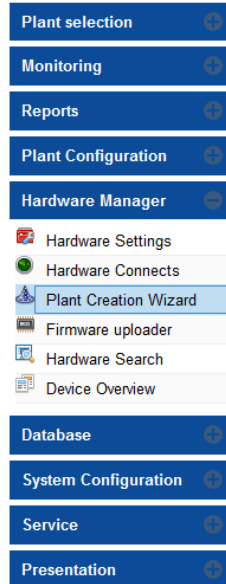

图 36: 打开电站创建向导
1. 打开互联网浏览器，访问 webportal.sunsniffer.de 进入我们的门户网站。登录进入主 屏幕，在左侧菜单栏中找到“硬件管理（Hardware Manager）”，选择“电站创建向导（Plant Creation Wizard）”（见图 36）